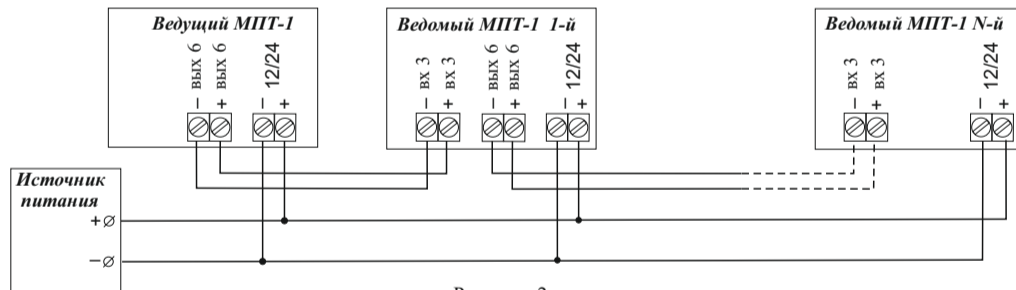

Рисунок 2
- **ВЫХ 6** – используется для подключения ведомых модулей (Рисунок 2). Расстояние между модулями не более 50 м. Полярность подключения к клеммам указана на плате.